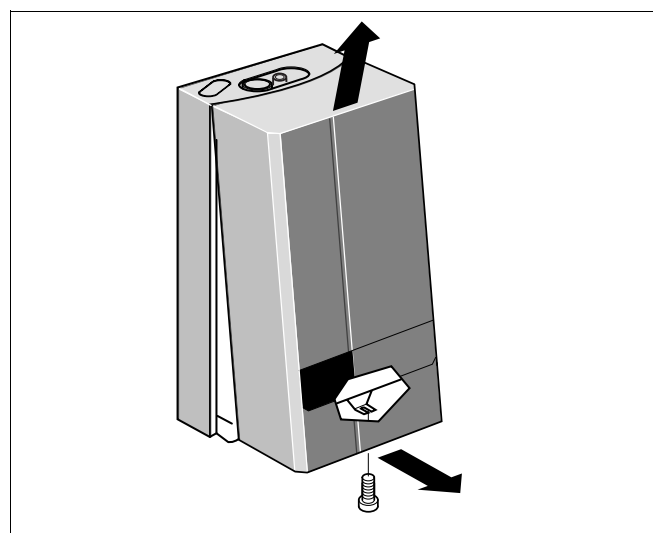

Fig. 6 Enlever le capot
- Dévisser la vis de retenue (fig. 6).